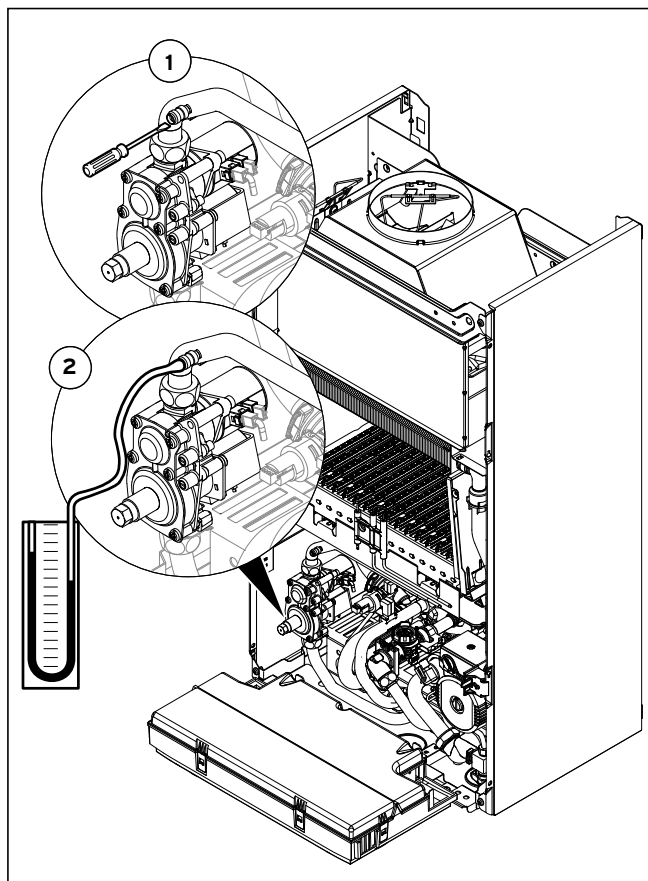

Рис. 6.5 Проверка номинальной нагрузки
- Ослабьте уплотнительный винт на газовой арматуре (1 на рис. 6.5).
- Подключите цифровой или U-образный манометр (2 на рис. 6.5).